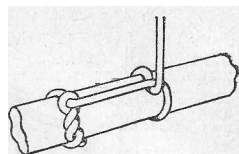

Рис. 47. Удавка со шлагом.
*Удавка со шлагом* (рис. 47). Очень удобен для обвязывания тросом толстых предметов. Ходовой конец троса обносят один раз вокруг предмета и затем конец обносят четыре - шесть раз вокруг коренной части. На концах длинных рангоутных деревьев, которые необходимо поднять вверх, обычно делают шлаг, пропускают ходовой конец под коренную часть троса. Этот узел называется в Швеции «мул-штык».